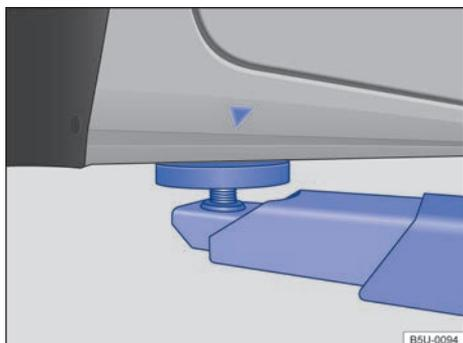
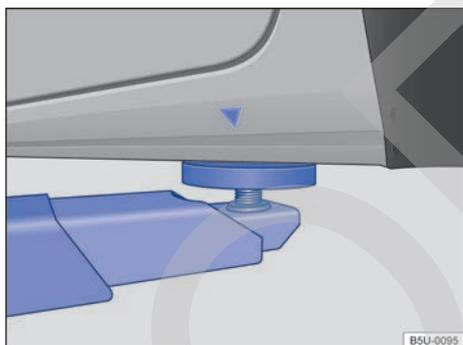

Fig. 151 Puntos de apoyo delanteros para la suspensión con plataforma elevadora o con gato.
Fig. 152 Puntos de apoyo traseros para la suspensión con plataforma elevadora o con gato.
El vehículo debe ser suspendido solamente por los puntos indicados en las figuras → fig. 151 y → fig. 152. Si el vehículo no está suspendido por los puntos indicados, pueden ocurrir daños en el vehículo → ⚠️ y lesiones graves → ⚠️.
- Suspender el vehículo solamente por los puntos indicados en las figuras → fig. 151 y → fig. 152. Si el vehículo no se suspende por los puntos indicados, puede caer de la plataforma elevadora cuando, por ejemplo, se desmonta el motor o la suspensión.